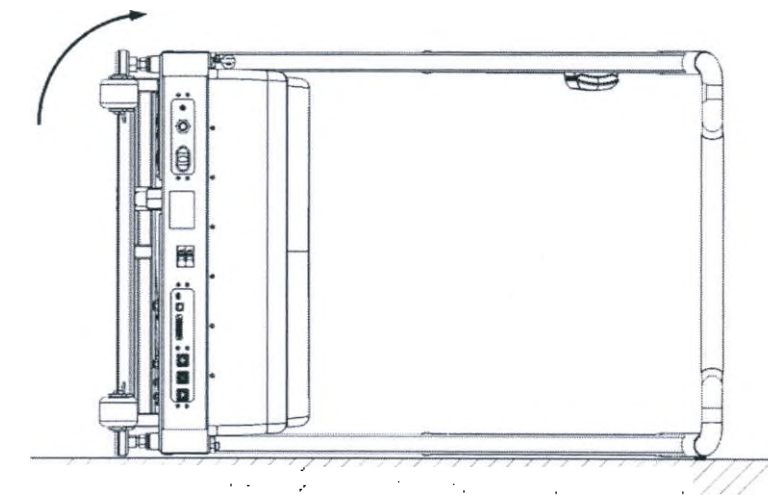

Рисунок 74 – Установка беговой дорожки на левую боковую сторону
- Для получения доступа к отсеку для плавких вставок поставьте беговую дорожку на левую боковую сторону (см. рисунок 74), разберите болтовое соединение подъемника с помощью двух рожковых гаечных ключей (см. рисунок 75), после чего поверните рампу подъемника в направлении, указанном стрелкой.